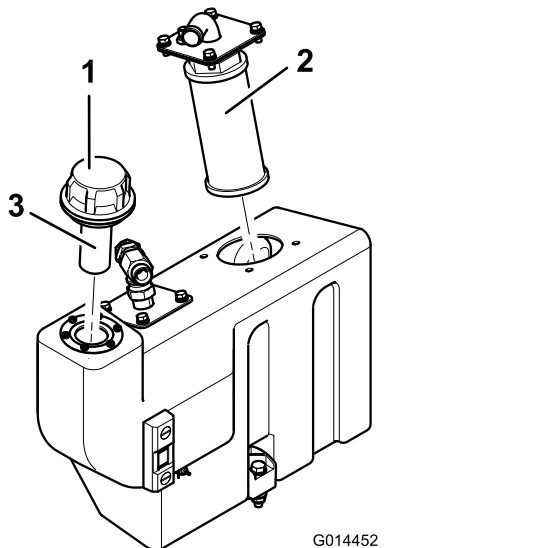

Bild 76
1. Nehmen Sie den Saugflansch des Ölbehälters ab, um an das Saugsieb zu gelangen (Bild 76).
2. Schrauben Sie das Sieb ab, nehmen Sie es heraus und reinigen Sie es mit Paraffin oder Petroleum, bevor Sie es wieder einsetzen (Bild 76).